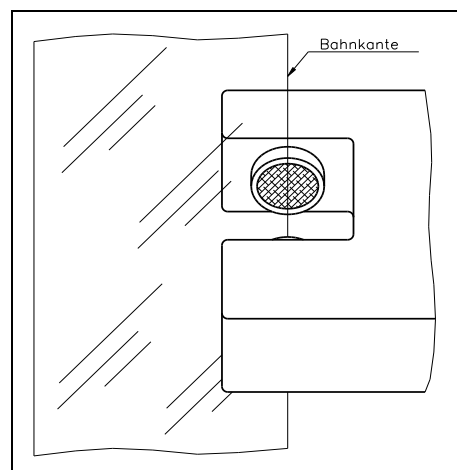

Bild 3: Ausrichtung der Sensorachse zur Materialbahn
- Material in Gabelöffnung des Sensors positionieren. Sensorachse auf Materialkante ausrichten. Der Sensor ist richtig positioniert, wenn die Bahnkante durch die Sensorachse läuft (Mitte der Sensor-Fläche; siehe Bild 3).